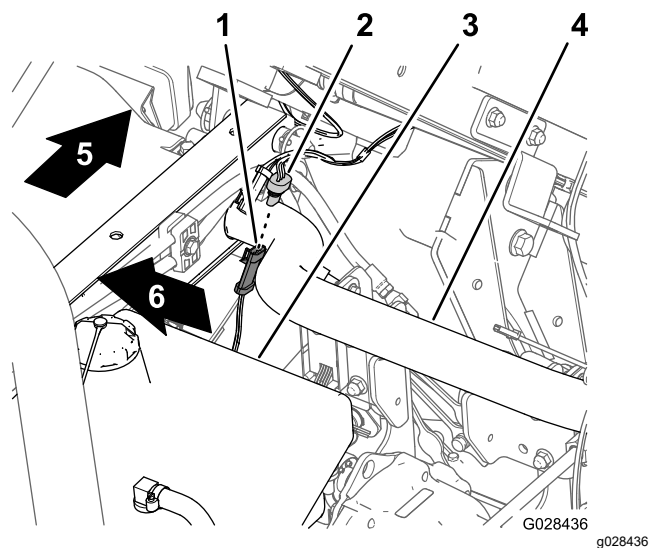

Figura 17
1. En el arnés de cables del fumigador, localice el conector hembra de 3 vías del circuito del sensor de velocidad (Figura 17).
2. Conecte el conector de 3 pines del sensor de velocidad del arnés de cables de la máquina al conector hembra de 3 vías del sensor de velocidad del arnés del fumigador (Figura 17).